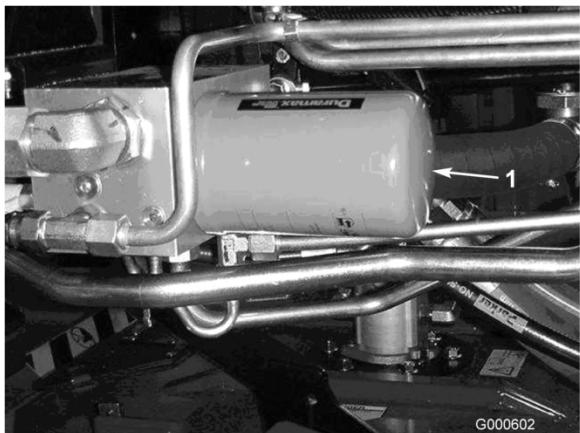

Figura 54
- Limpe a zona de montagem do filtro. Coloque um recipiente de escoamento debaixo do filtro e retire o filtro (Figura 53 e Figura 54).